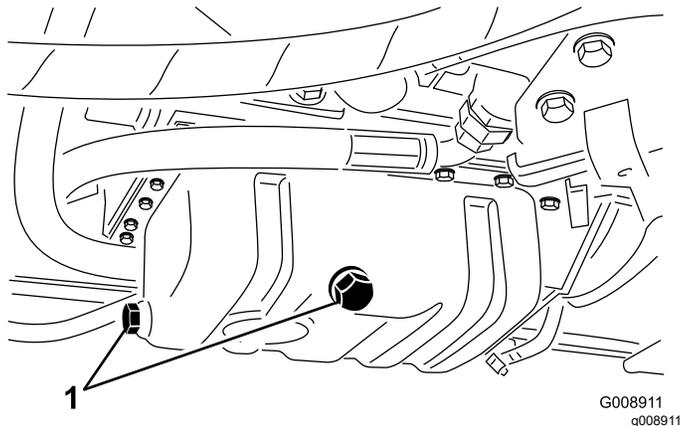

図 70
3. ドレンプラグのどちらか一方 (図 70) を外してオイルを容器に受け、オイルの流出がおわったらプラグを元通りに取り付ける。